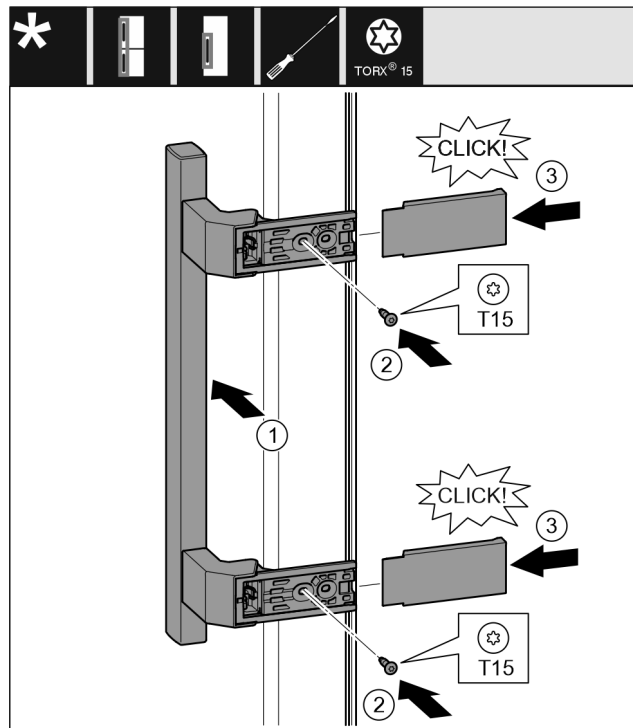

Fig. 18
- ▶ Tegye fel a fogantyút a másik oldalra. Fig. 18 (1)
- ▶ Húzza meg a csavarokat a T15 csavarhúzóval. Fig. 18 (2)
- ▶ Tegye fel az oldalsó fedeleket, és tolja fel őket. Fig. 18 (3)